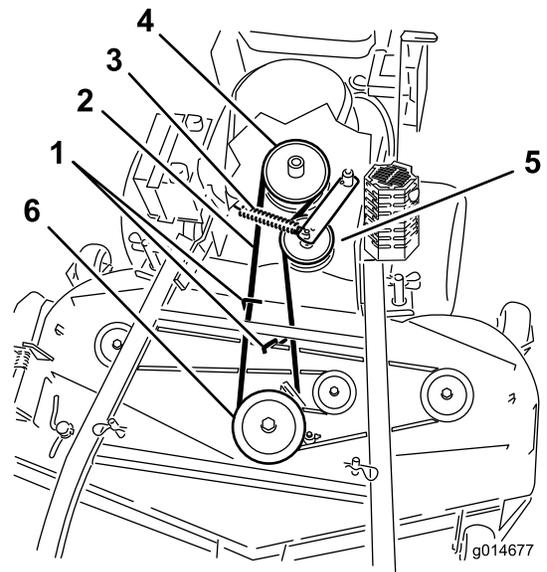
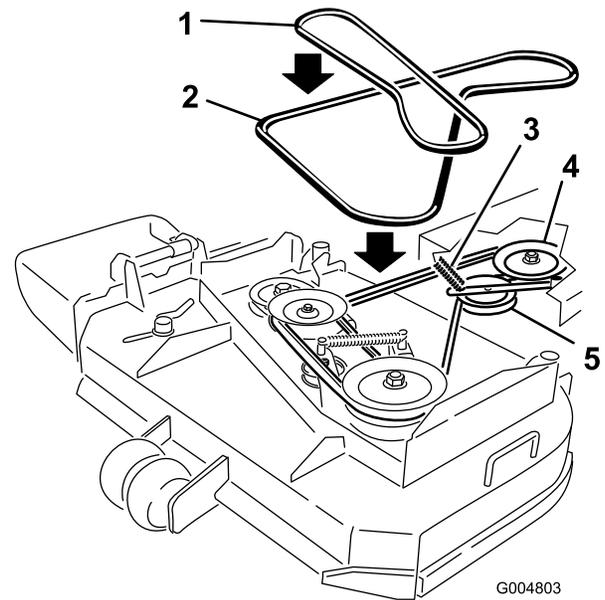

Figura 51
Figura 52
6. Retire la correa de la polea central de la carcasa de corte (Figura 51). Consulte Figura 52 para quitar la correa de la polea izquierda en una carcasa de corte de 36 pulgadas. Extreme las precauciones al retirar la correa ya que la tensión aumentará debido a que la polea tensora está tensada con muelle.
7. Retire la correa de la polea del motor y la polea tensora tensada con muelle (Figura 51). Consulte Figura 52 para retirar la correa de las poleas de una carcasa de corte de 36 pulgadas.
8. Instale la nueva correa en la polea del motor y la polea tensora tensada con muelle (Figura 51).
9. Coloque la correa en la polea central de la carcasa de corte (Figura 51). Extreme las precauciones al instalar la correa ya que la tensión aumentará debido a que la polea tensora está tensada con muelle. Consulte Figura 52 para colocar la correa en la polea izquierda en una carcasa de corte de 36 pulgadas.
11. Ajuste la guía de la correa a 1/8 pulgada (3 mm) de la correa en carcasas de corte de 48 pulgadas (Figura 51).